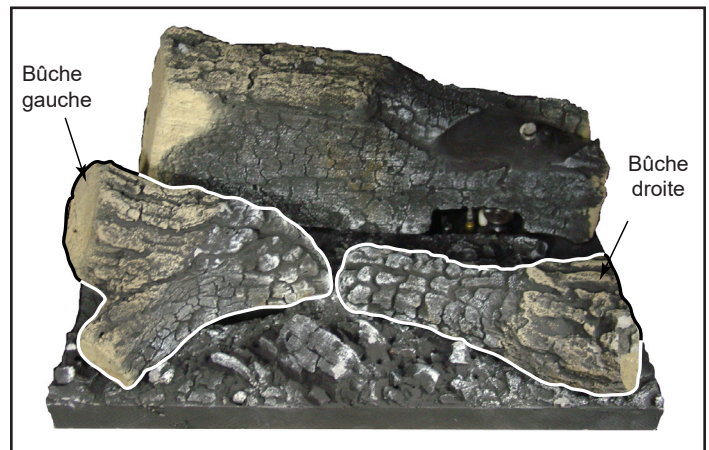

Figure 3.61 – Bûches avant
3. Placez la bûche avant gauche sur l'ergot de positionnement sur le lit de braises. Placez la bûche au-dessus du trou d'arrivée d'air et sur la partie en encoche du lit de braises (figure 3.61).
4. Placez la bûche avant droite sur le lit de braises en faisant correspondre l'encoche au bas de la bûche avec la saillie sur le lit de braises. Placez-la au-dessus du trou d'arrivée d'air et sur la partie en encoche du lit de braises (figure 3.61).